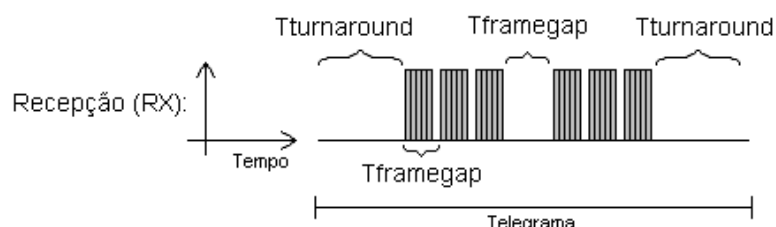

Figura 3.3: Recepção de dados BACnet
Recepção (RX): O tempo máximo entre cada byte ($T_{framegap}$) é de 20 bit times. E o tempo mínimo entre frames ($T_{turnaround}$) após o stop bit do último byte do frame é 40 bit times, conforme Figura 3.3.